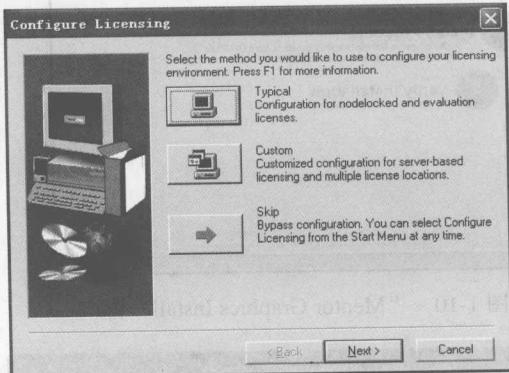

图 1-5 “Configure Licensing”对话框
(5) 安装完成之后，弹出如图 1-5 所示的对话框，进行 License 文件的路径指定和配置。